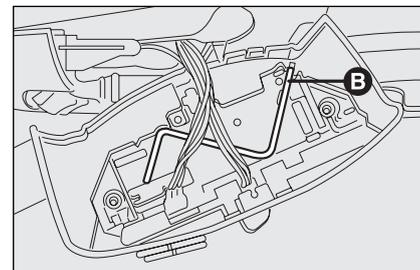
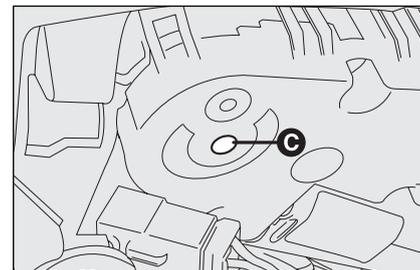

fig. 83
fig. 84
- spingendo la manopola **A-fig. 83** verso l'alto e rilasciandola immediatamente dopo (ripristina il movimento interrotto in precedenza);
- introdurre l'apposita chiave d'emergenza **B-fig. 83** (ubicata all'interno della plafoniera) nella sede **C-fig. 84**;